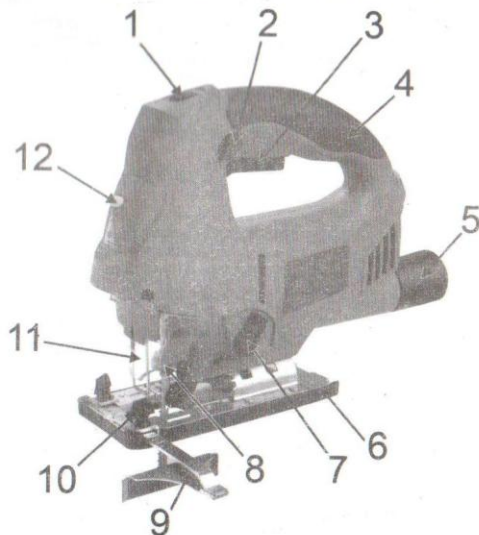

Рис. 1
- Откройте защитный экран (11)(См. Рис.1) лобзика, для доступа к фиксатору крепления пильного полотна.
- Для включения лобзика нажмите пусковую клавишу (3)(См. Рис.1).
- Кнопка фиксации пуска (2) позволяет поддерживать максимальную скорость без необходимости постоянного нажатия на клавишу пускового выключателя (3)(См. Рис. 1).
- Для непрерывного режима работы лобзика, при нажатой пусковой клавише (2) нажмите кнопку фиксации пуска (2)(См. Рис.1).
- Чтобы выключить лобзик, работающий в непрерывном режиме, достаточно еще раз нажать на клавишу пускового выключателя (3)(См. Рис.1).
- Частота вращения двигателя лобзика может меняться в зависимости от положения регулятора скорости (1)(См. Рис.1) до 3000 об/мин.
- Настройка маятникового механизма производится посредством переключателя маятникового хода (7)(См. Рис.1).
- Подошва (основание)(6)(См. Рис.1) электрического лобзика может быть установлена под левым или правым углом до 45 градусов.